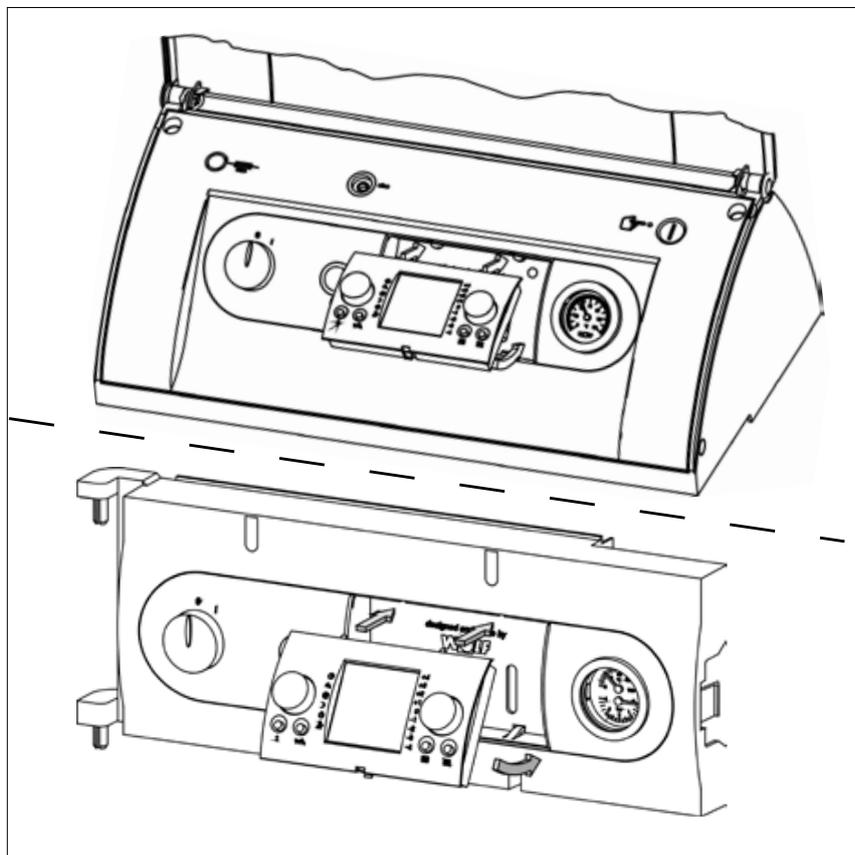

Рис. 4.9 Установить модуль управления VM
- ▶ Установить регулятор температуры в системе отопления в среднее положение (5).
- ▶ Установить регулятор температуры горячей воды в среднее положение (5).
- ▶ Снять переднюю панель (**рис. 4.9**)